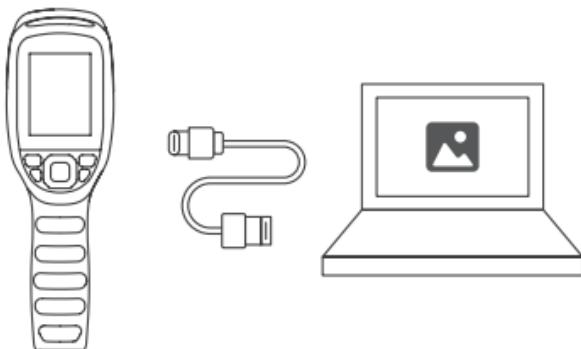

図 4.1.1
2. 提供した USB ケーブルで TC005 をコンピュータに接続します（図 4.1.1 を参照）。